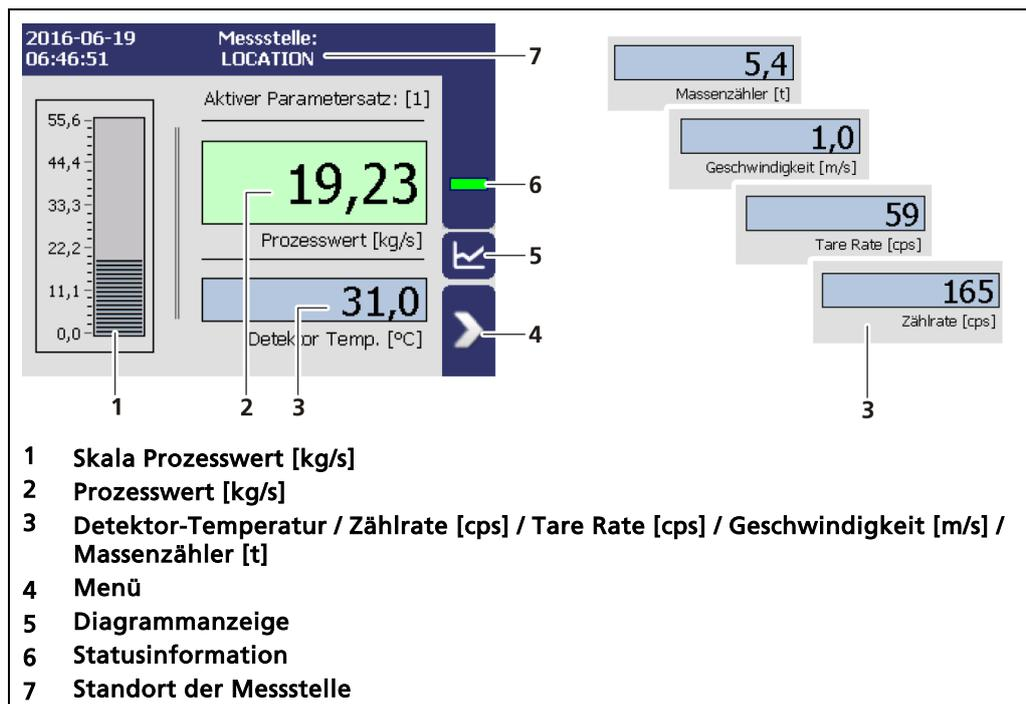
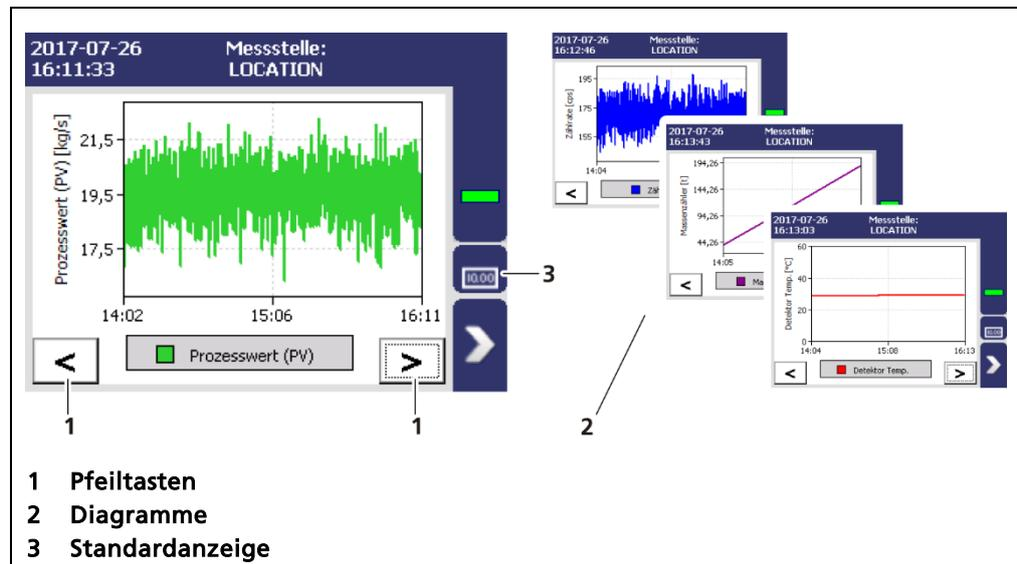
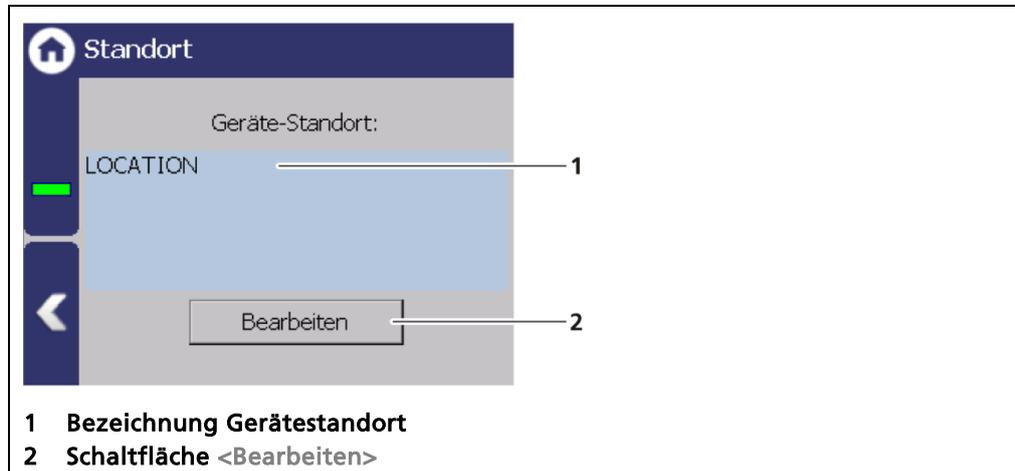

Abb. 28 Standardanzeige der AWE
Abb. 30 Diagrammanzeige der AWE
Abb. 36 Gerätestandort
Durch Anklicken des blauen Feldes wechselt die Anzeige zwischen Detektor-Temperatur- Zählrate – Massenzähler - Geschwindigkeit - Tare Rate (Abb. 28, Pos.4). Die Einheiten können im Kapitel 7.3.1 geändert werden. Die Bezeichnung der Messstelle (Abb. 28, Pos.8) kann im Kapitel 7.1.1 geändert werden.
Durch Anklicken des Diagramm-Symbols (Abb. 28, Pos. 6) wechselt die Ansicht in die Diagrammanzeige. Mit den Pfeiltasten (Abb. 30, Pos.1) kann zwischen den Diagrammen Prozesswert – Zählrate – Detektortemperatur - Massenzähler gewechselt werden.
Durch Anklicken des Anzeigesymbols (Abb. 30, Pos.3) wechselt die Ansicht zur Standardanzeige.
Im Menü „Standort“ wird der Name der Messstelle der Auswerteeinheit angezeigt (Abb. 36, Pos. 1). Die Bezeichnung kann nur in der Zugangsebene "Standard" bearbeitet (7.2 Menü Zugang) werden. Der Standort wird auf der Standard-Anzeige bei „Messstelle“ (Abb. 28, Pos.7) eingeblendet.
1. Klicken Sie <Bearbeiten> (Abb. 36, Pos.2) um das Eingabefeld zu öffnen.